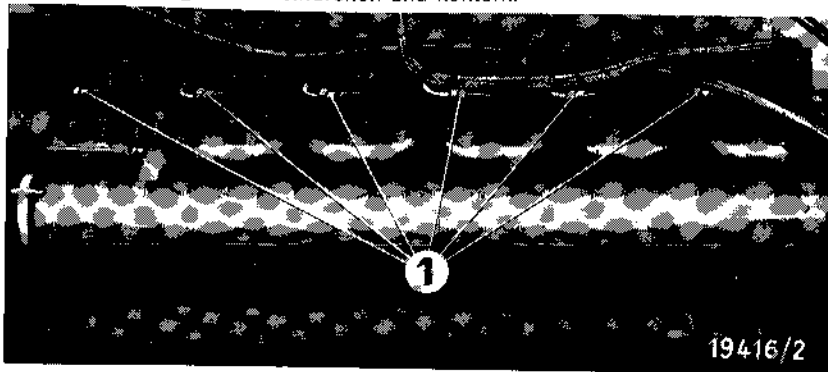

Bild 74
Zum Entlüften werden zuerst die Schrauben ⑧ und ⑨ (Bild 74) auf den Kraftstofffiltern herausgeschraubt. Danach solange Kraftstoff herausfließen lassen, bis er blasenfrei austritt. Schrauben ⑧ und ⑨ anschließend wieder eindrehen und kontern.